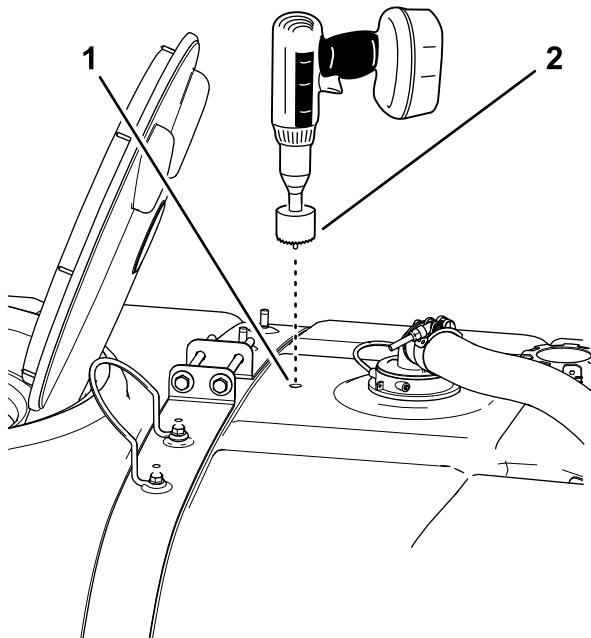

図 18
4. 45mm の円形ノコを使ってマークのところに穴を切る 図 18。